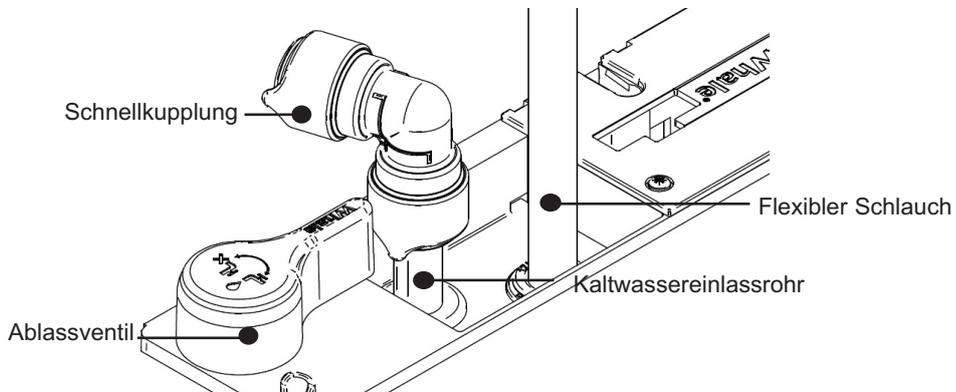

Abb. 31 Anschließen der Warmwasserversorgung
Schritt 9 Anschließen der Warmwasserversorgung (siehe Abb. 31).